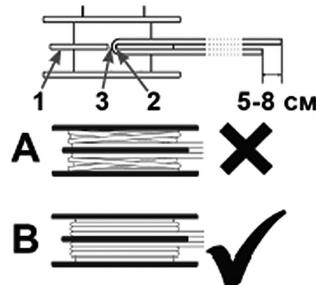

Рис. 10 Намотка корда
- Отрежьте новый корд длиной около 3м. Сложите корд пополам и вставьте его петлей 2 в паз 3 направляющей 1 катушки (Рис. 10). Намотайте концы корда плотно с натягом в канавки катушки. Направление намотки корда указано на катушке.
- Правильная намотка корда показана на Рис. 10.